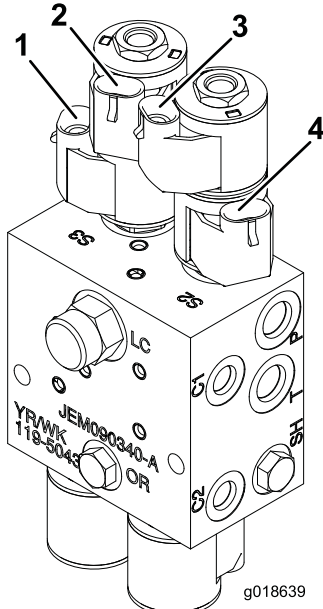

図 22
8. ワイヤハーネスについている左ブーム上昇用コネクタと下降用コネクタを、油圧ブロックの各ソレノイドバルブに接続する図 22。